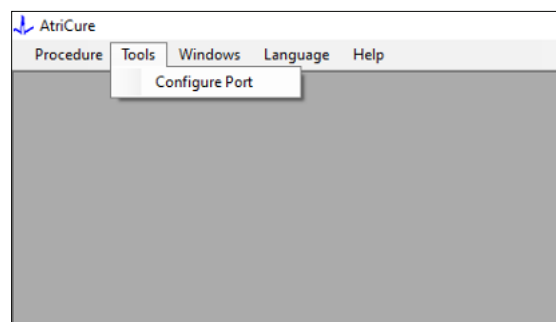
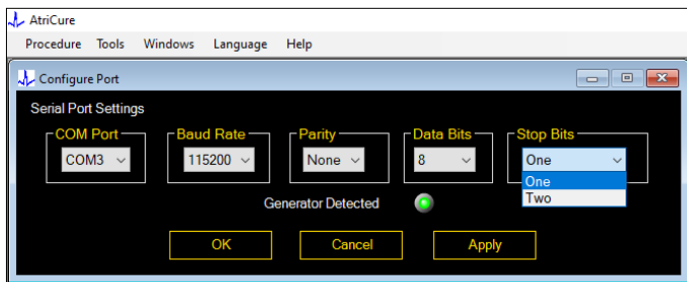

Figura 8: Opzione per configurare le impostazioni della porta di comunicazione nel software
Figura 9: Opzioni per configurare le impostazioni della porta di comunicazione nel software
2. Selezionando Strumenti > Configura porta si apre la seguente finestra (consultare la **Figura 8** e **Figura 9**):